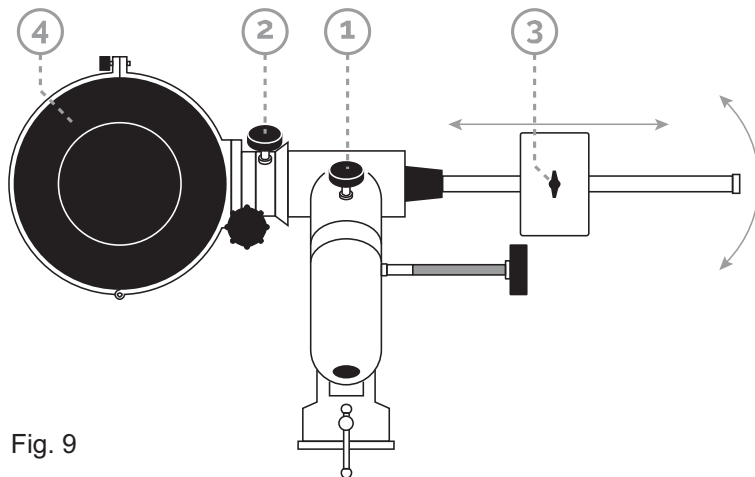

Fig. 9
- Positionner le tube optique et la monture comme indiqué ci-contre (figure 9) de telle sorte que l'axe de *déclinaison* soit à l'horizontal.
- Desserrer le frein de l'axe d'*ascension droite* (1) et serrer le frein de *déclinaison* (2).
- Desserrer la vis de fixation du contrepoids (3) et le faire glisser sur l'axe jusqu'à ce qu'il équilibre le poids du tube optique (4).
- Le réglage est terminé lorsque l'axe de *déclinaison* reste à l'horizontal sans aide extérieure alors que son frein est desserré. Serrer alors la vis de fixation du contrepoids (3) pour finaliser ce réglage.